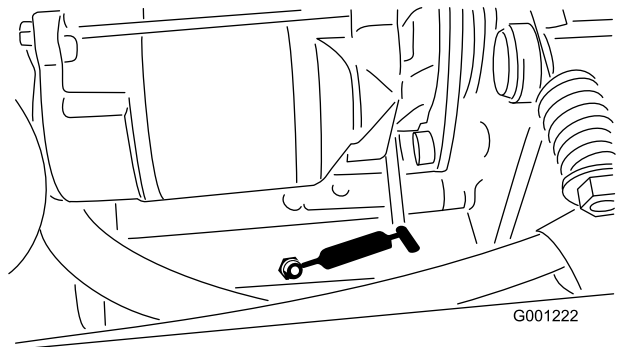

Bild 40
- ZWA-Spannungsgelenk (Bild 40)
- Hinteres ZWA-Lager (Bild 40)